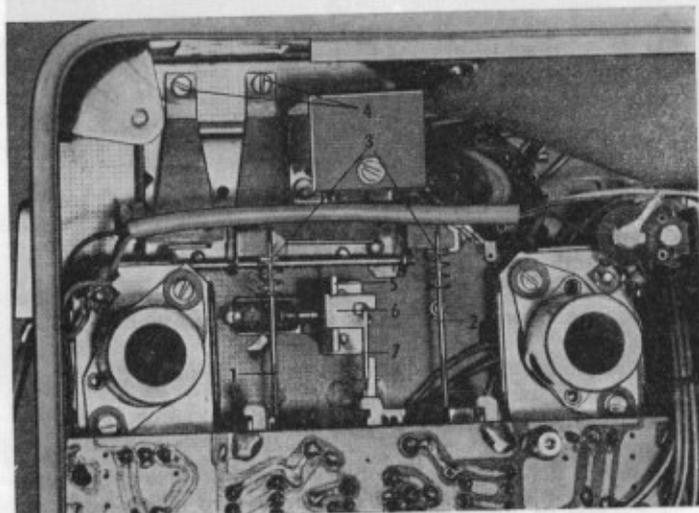

Abb. 16
10. Verstärkerplatte (s. Abb. 16)